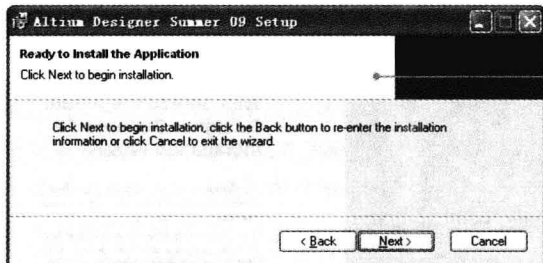

图 1-6 准备过程就绪对话框
(6) 单击 **Next >** 按钮,继续下一步操作即可进入如图 1-6 所示的准备过程就绪对话框。如果用户确定所有的准备工作已经完成,则可以单击 **Next >** 按钮开始程序的安装。如果仍要改变安装路径,只要单击 **< Back** 按钮返回上一步重新设置即可。